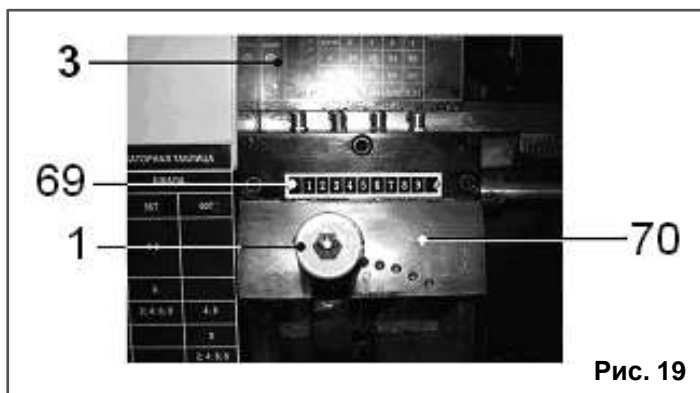

Рис. 19
10.4.4. Станок оборудован коробкой скоростей (70) автоматической подачи в диапазоне от 0,12 до 0,33 мм за один оборот шпинделя (см. таблицу 2 или наклейку (3)), Рис. 19.
10.4.6. Пользуясь таблицей 2 или наклейкой (3), при включенном станке, перемещайте рычаг (1) переключения скорости автоматической подачи, Рис. 19. Можно менять скорость автоматической подачи. Например, при установке шестерен а=28Т и б=60Т, Рис. 20, в положении 9 рычага (1) переключения скорости автоматической подачи по шкале (69) – скорость подачи равна 0,12 мм на один оборот шпинделя. При установке рычага (1) переключения скорости автоматической подачи в положение 1 по шкале (69) – скорость подачи равна 0,21 мм на один оборот шпинделя и т.д, Рис. 19.
Рычаг переключения скорости автоматической подачи (1), Рис. 19, в положении 7